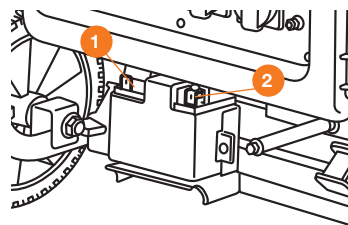

Рис. 7
- Подключите аккумуляторную батарею, присоедините провода к соответствующим клеммам - красный провод **1** к плюсовой клемме и черный **2** к минусовой клемме аккумуляторной батареи (Рис. 7).